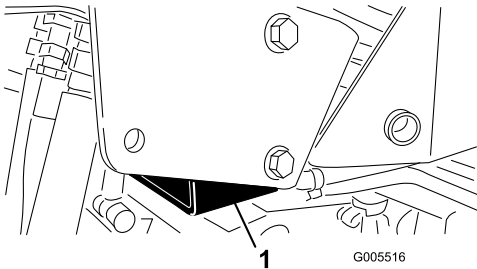

Figure 26
- Côté droit – sous l'appui de cric et adjacent au support du système antiretournement (ROPS) (Figure 26)